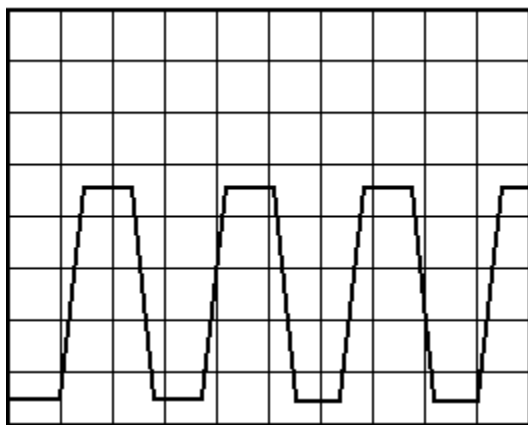
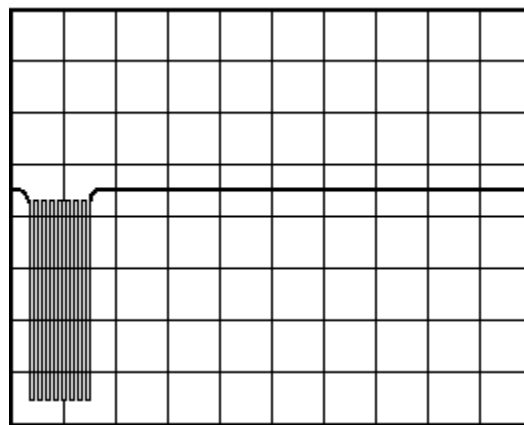

Рисунок 1 1в / 100нс
Рисунок 2 1в / 500мкс
- наличие и исправность кварцевого резонатора U1 ( 7,37 МГц) и исправных фазовращающих конденсаторов C1 и C5. Функционирование внутреннего тактового генератора легко проверить по наличию сигнала меандра с частотой 7,37 МГц на выходе "XOUT" (вывод 23). В зависимости от режима на данном выходе будет присутствовать либо непрерывный меандр (рис. 1, рабочий режим) или пачки импульсов с частотой 7,37 МГц, с длительностью пачки 0,4-0,8 мс и периодом 1 сек (рис. 2, режим микропотребления);